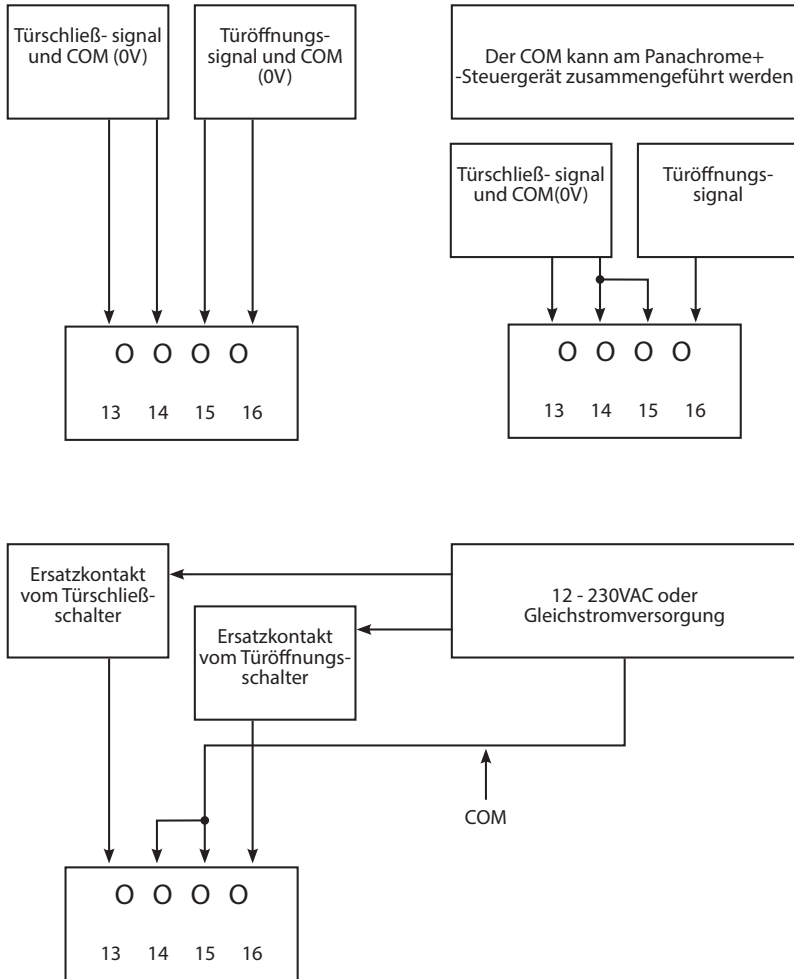

Abb. 5: Einbau
7. Die grüne und die rote Anzeige werden über die Software gesteuert, aber bei Bedarf können auch externe Signale verwendet werden (siehe Tabelle 1 und Abb. 5).